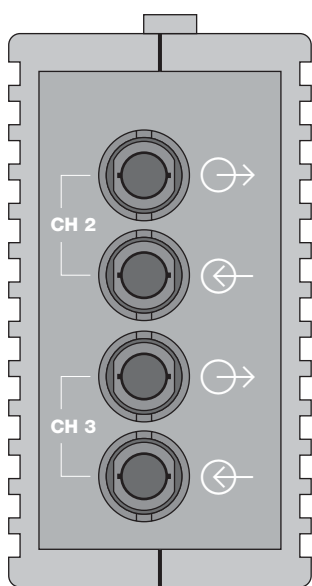

Abb. 8: Ansicht der Modulunterseite mit den optischen Kanälen 2 und 3 (Geräte mit zwei optischen Kanälen)
- ▶ Versehen Sie die Montageplatte mit drei Bohrungen entsprechend der Bohrschablone in Abbildung 8.